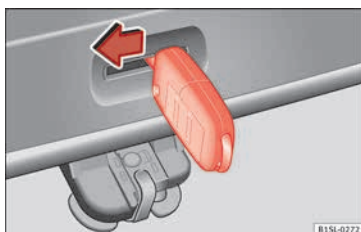

Fig. 7 Dans le coffre à bagages : déverrouillage d'urgence du hayon arrière.
- Introduisez le panneton de la clé dans l'ouverture du hayon arrière » **fig. 7** et appuyez sur le levier de déverrouillage dans le sens